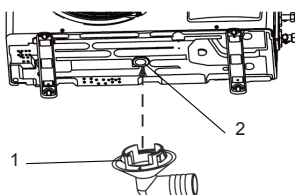

fig. 9 -
1. Fixați racordul (part 1 - "fig. 9 -") din dotare în orificiul corespunzător (part 2 - "fig. 9 -") de la baza unității externe. Fixarea are loc prin introducerea părții corespunzătoare în racordul orificiului.